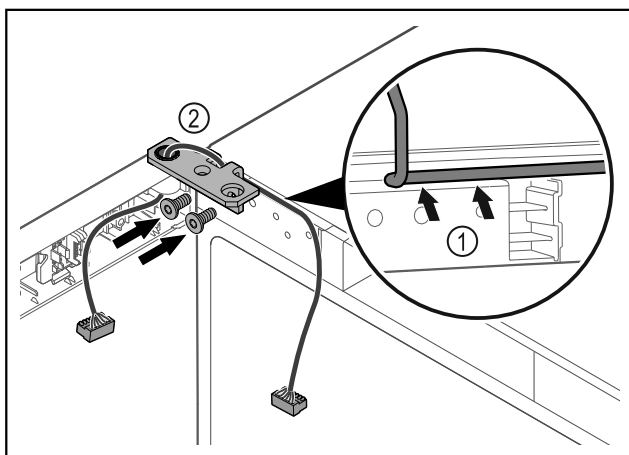

Fig. 38
- ▶ Ved'te kabel skrz vybrání úhelníku závěsu a opatrně jej položte Fig. 38 (1).
- ▶ Našroubujte úhelník závěsu Fig. 38 (2).